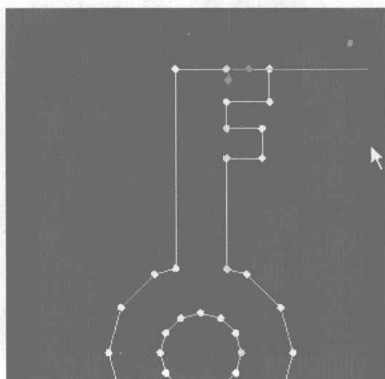

图 4.472
- 05** 在 Modify 控制面板中的 Selection 卷展栏中单击 按钮，再在 Geometry 卷展栏中单击 **Trim** 按钮，在 Right 视图中选择要剪切个的曲线，如图 4.472 所示。